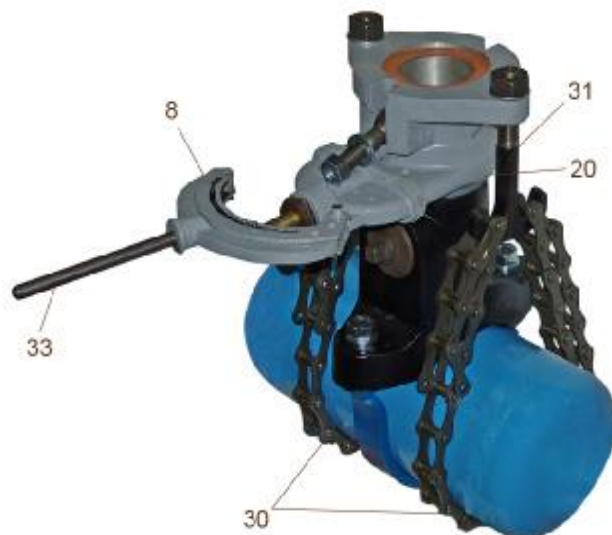

Abb. 1: Spannvorrichtung mit Flachschieber
Beide Spannketten (30) um die Versorgungsleitung legen und in die Hakenschrauben (31) einhängen. Mittels Muttern die Hakenschrauben (31) und Spannketten (30) spannen. (Siehe Abb. 1)